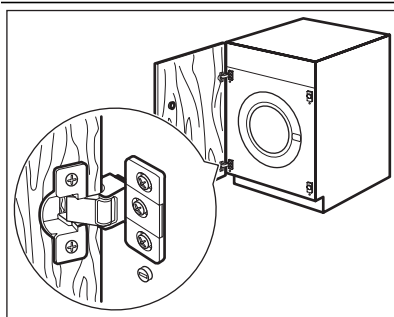

Fig. 2
- A máquina está preparada de origem para a montagem de uma porta que abre da direita para a esquerda (Fig. 2).